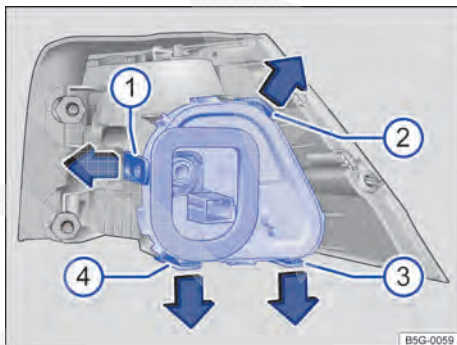

Fig. 210 Lanterna traseira na carroceria: remover o suporte da lâmpada. **Tiras de travamento** ① a ④.
7.	Para destravar o suporte da lâmpada, pressionar as tiras de travamento → Fig. 210 ① a ④ no sentido da seta.